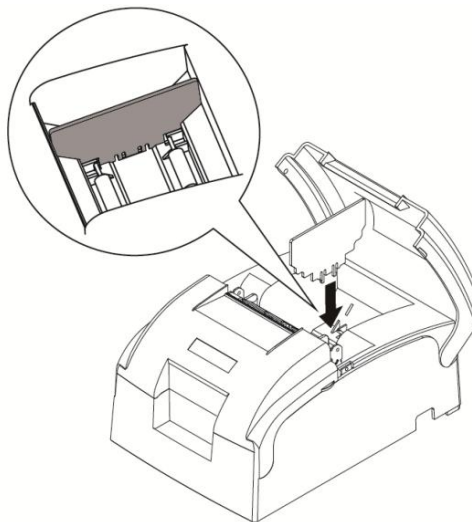

图 8
- 2) 如图8所示，将换纸板圆弧面凸起对准纸斗的轨道凹槽，下压使其完全进入轨道内。